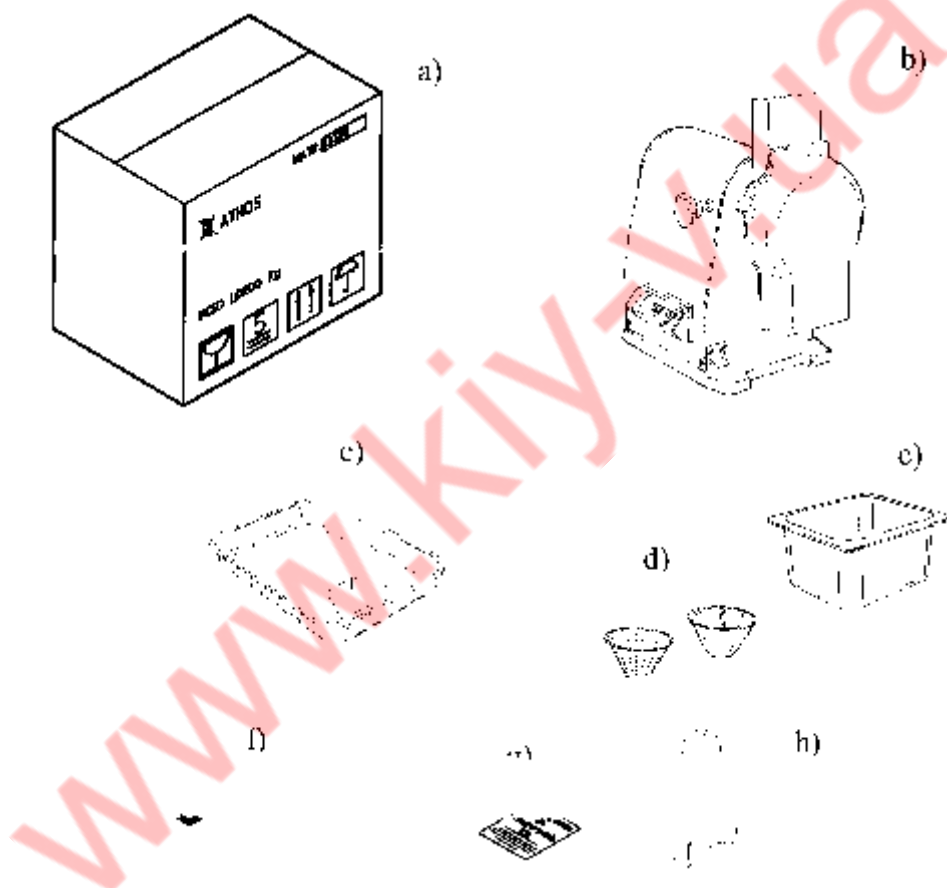

Рисунок 3. Упаковка
3.1 Транспортировка установки (см. Рисунок 3)
После доставки груза проверить внешний вид упаковки и наличие всех вышеуказанных позиций (см. рисунок 3). В случае обнаружения на ней вмятин или признаков падения груза немедленно поставить об этом в известность транспортно-экспедиционное агентство или посылного, и течение трех дней от даты, указанной на сопроводительных документах составить и предоставить перечень всех выявленных повреждений груза.